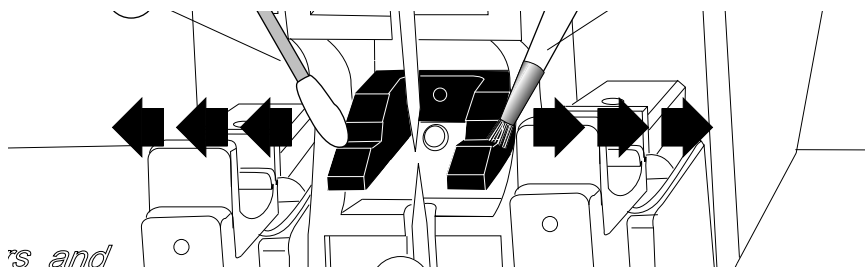

Abbildung 76
3. Benutzen Sie die mitgelieferte kleine Bürste, um etwaige Ablagerungen oder Schmutzpartikel zu entfernen (siehe Abb. 76). Bürsten Sie immer von den Elektroden weg.